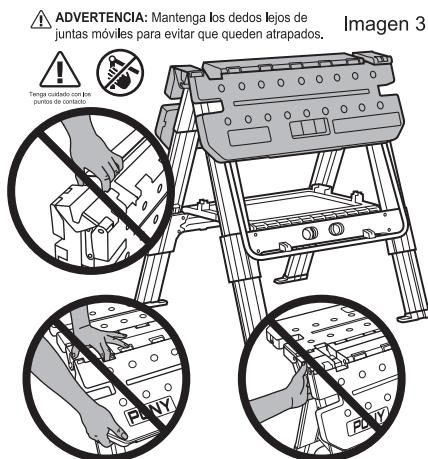

Imagen 3
4. Abra completamente las patas hasta que la caja de herramientas queda plana. Las patas de la mesa y la caja de herramientas deben crear la forma de una "A". (Imagen 3)